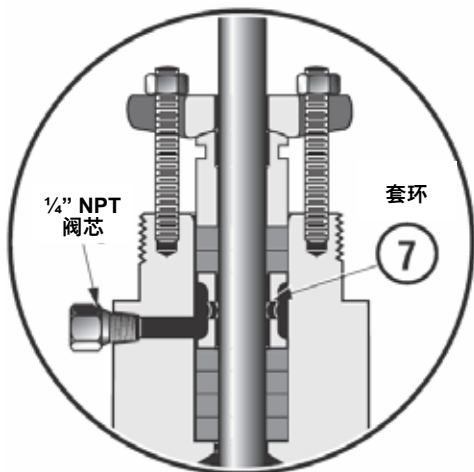

图 2：润滑器连接（可选）
注：关于配备可选润滑器连接的阀门，请参考图 2，了解套环（7）下应放置填料环的正确数量。
- J. 如果已安装检漏器接头，请将其连接至阀盖侧面 NPT 端口。如果没有装，请确保 1/4" NPT 阀芯保留原位 (图 2)。
- B. 安装阀座环垫圈 (11)。